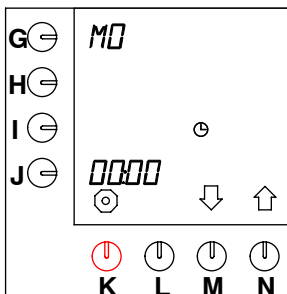

Fig. 31 Dia e hora actuais
- O valor das horas situado ao lado da tecla de programação começa a piscar. Consulte a fig. 31.